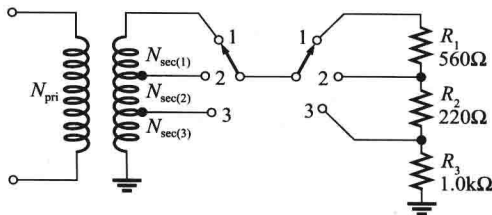

图 14-59
42. 在图 14-59 中, 当电源内阻为 10Ω 时, 为了给